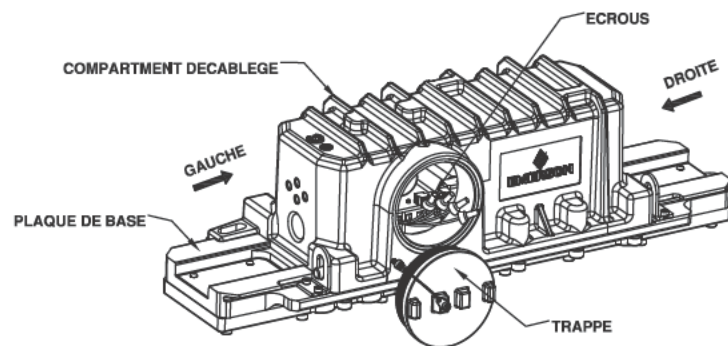

FIGURE 5: ERM - LUMINAIRE RIGMASTER D'URGENCE AVEC OPTION ECROU A FIL
- A. Ouvrez la trappe comme indiqué sur la Figure 9A pour accéder au compartiment de câblage. Insérez les fils d'entrée à travers le trou NPT ouvert du côté gauche. Connectez les câbles d'alimentation électrique aux écrous marqués L, L', N, G placés à l'intérieur du compartiment de câblage. voir la Figure 5 pour plus de détails.
- A. Ouvrez la trappe comme indiqué sur la Figure 9A pour accéder au compartiment de câblage. Insérez les fils d'entrée à travers le trou NPT ouvert du côté gauche. Connectez les câbles d'alimentation électrique aux écrous marqués L, L', N, G placés à l'intérieur du compartiment de câblage. Voir la Figure 5 pour plus de détails.